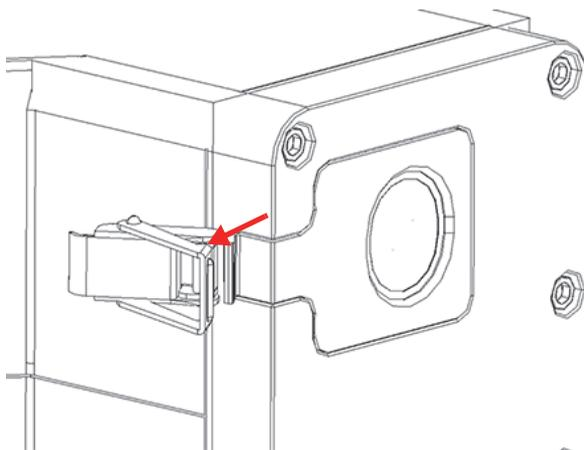

Figura 4-3 Apertura completa del dispositivo di blocco della placchetta
4. Tirare verso l'esterno la parte frontale del dispositivo di blocco per aprire completamente il dispositivo di blocco della placchetta (vedi Figura 4-3 a pagina 64).